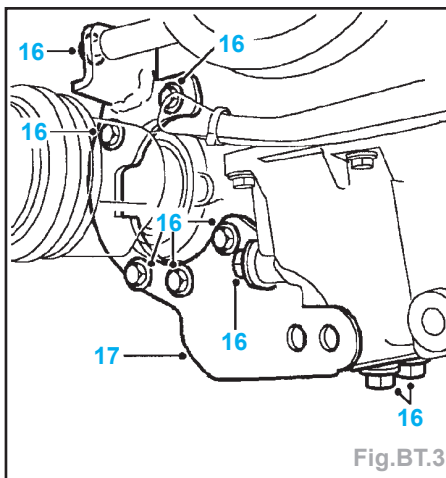

Fig.BT.3
- Enlever le boulon (13) maintenant le tirant sur le faux-châssis.
- Enlever les 2 boulons (14) maintenant le tirant sur le carter d'huile.
- Déposer le tirant (15).
- Enlever les 9 boulons (16) maintenant le support de soutien du réducteur IRD (Fig.BT.3).
- Déposer le support (17) de soutien du réducteur IRD.